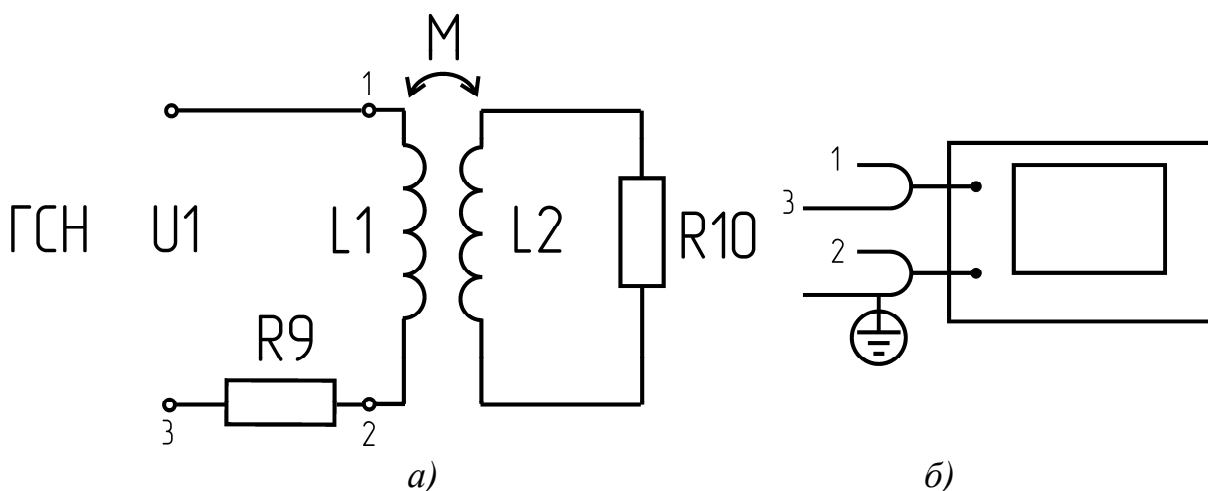

Рис.29
10. Собрать цепь трансформатора с активным сопротивлением нагрузки во вторичной цепи по схеме рис.29а.
12. Для измерения угла сдвига фаз между входным напряжением и током подключить к исследуемой цепи осциллограф по схеме рис.29б.
13. "Д"В цепи рис.29а последовательно с резистором R_{10} включить конденсатор емкостью $C_{11}=0,1$ мкФ. Повторить пп.11,12.
4. Пользуясь результатами измерений пп. 11 и 12, определить полное входное сопротивление цепи рис.29а, угол сдвига фаз между входным напряжением и током в первичной цепи. Результаты записать в табл.13.
5. Рассчитать комплексные вносимое и входное сопротивления для схемы цепи рис.29а. Сравнить расчетное значение полного входного сопротивления с экспериментальным из табл.13. Сравнить расчетное и экспериментальное значения угла сдвига фаз φ между входным напряжением и током.
6. Для цепи рис.29а рассчитать активные мощности: P -первичной цепи, P_2 -вторичной цепи, P всей цепи. Результаты записать в табл.13.